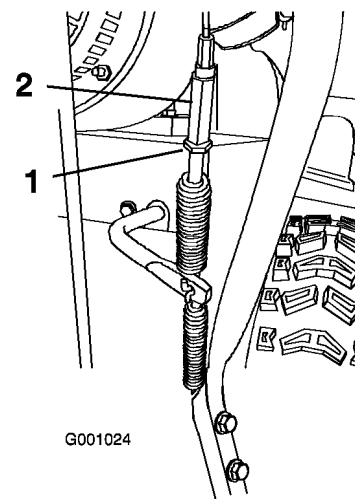

Figure 48
5. Desserrez l'écrou de blocage (Figure 48).
6. Desserrez ou serrez le tendeur de réglage de la tension du câble (Figure 48).